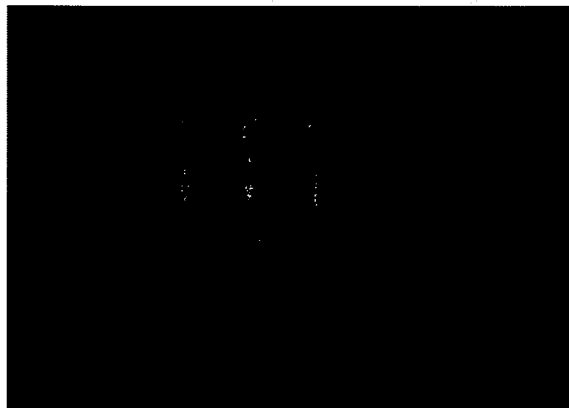
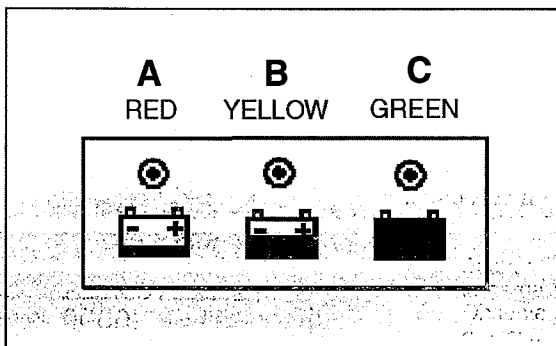

Figura 6
Figura 6A
4. Observe la luz indicadora para comprobar que el proceso de carga ha comenzado (consulte la figura 6, A - Rojo, B - Amarillo, C - Verde). Para las indicaciones de color consulte la figura 6A.
2. Observe la luz indicadora para comprobar que el proceso de carga ha comenzado (consulte la figura 6, A - Rojo, B - Amarillo, C - Verde). Para las indicaciones de color consulte la figura 6A.